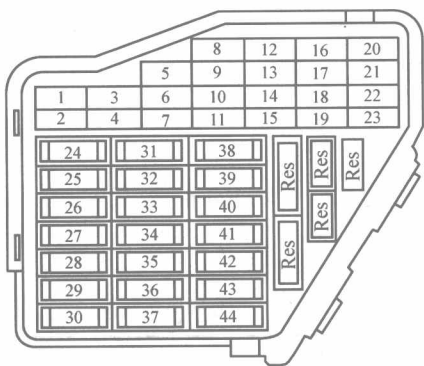

图 1-4 熔断器支架上的熔断器布置
1) 熔断器支架上的熔断器相关布置如图 1-4 所示，其相关的说明如表 1-4 所示。